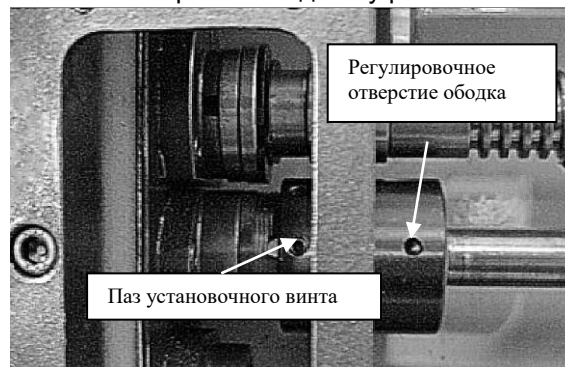

Рис. 96. Выравнивание установочного винта муфты подачи.
4. Вставьте шестигранный ключ в регулировочное отверстие ободка (Рис. 96), и при помощи